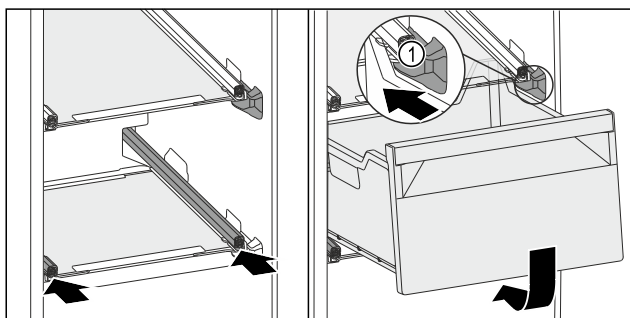

Fig. 130
- Guider le tiroir en contournant les butées *Fig. 130 (1)*.